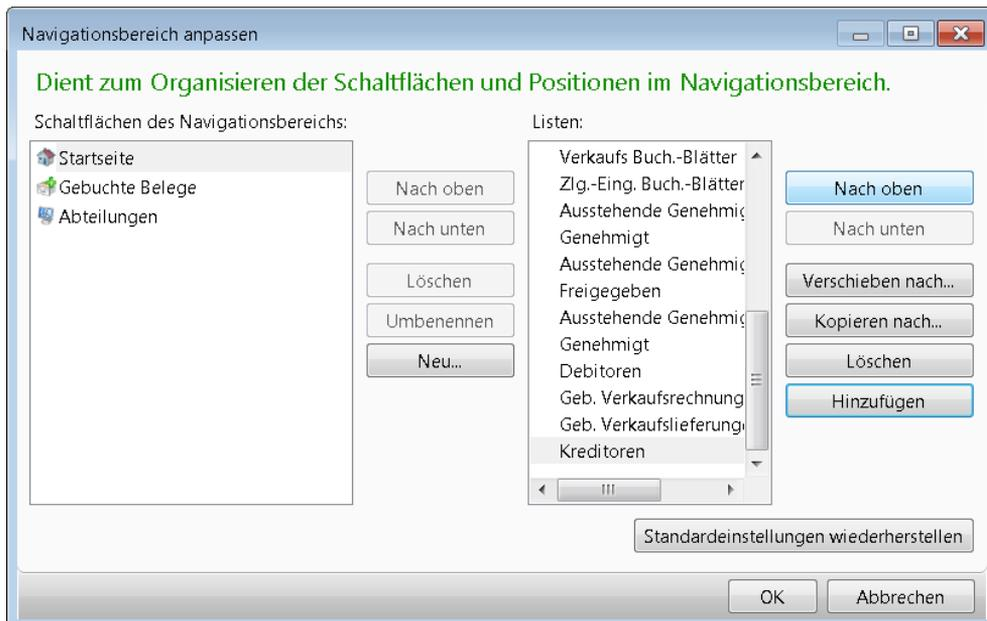

Abbildung 2.17 Verschieben der neuen Menüoption *Kreditoren*
- Um die neue Menüoption *Kreditoren* anschließend direkt unterhalb der Menüoption *Debitoren* anzuordnen, markieren Sie den Eintrag und betätigen mehrmals die Schaltfläche *Nach oben* (siehe Abbildung 2.17)